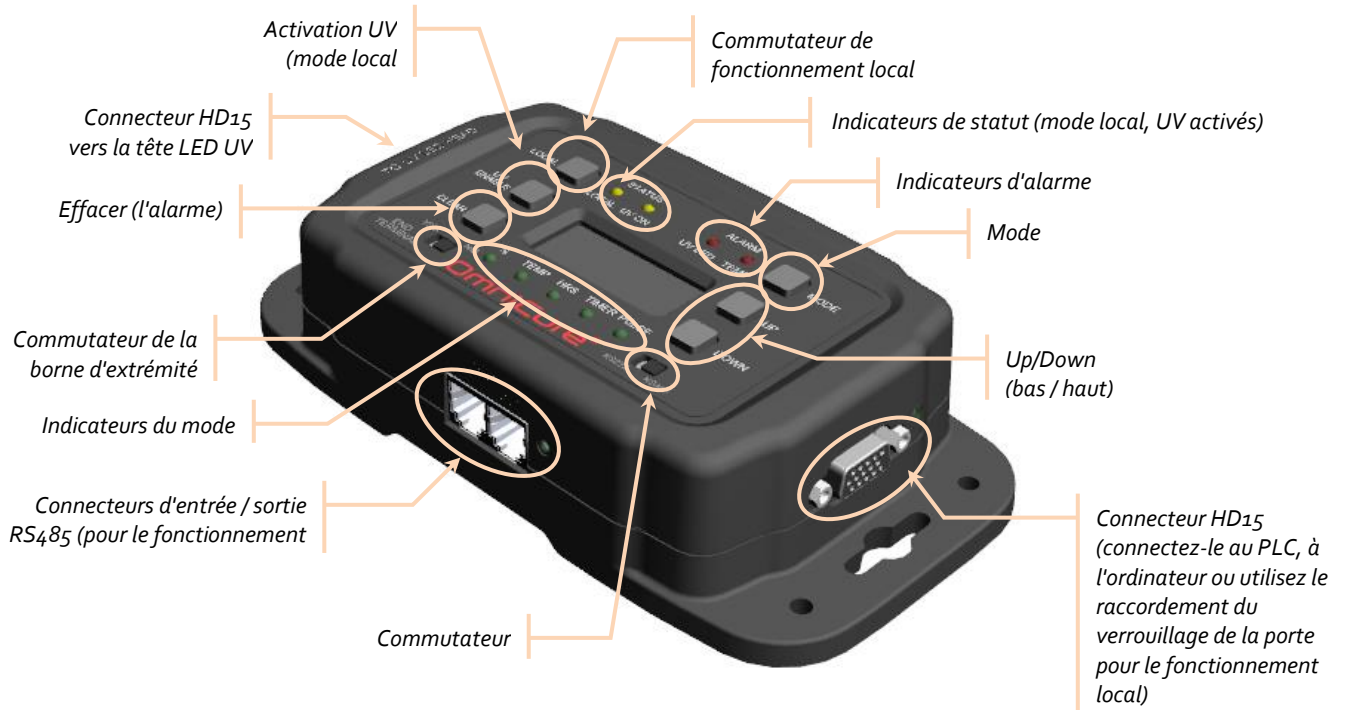

Figure 1 - Contrôleur de tête UV PLC2000
2. Connectez l'embout femelle du câble HD15 fourni au contrôleur, au niveau de l'extrémité étiquetée *To LED Head* (voir Figure 1).
5. Insérez le raccordement de verrouillage de la porte fourni dans le port HD15 du contrôleur (à l'extrémité opposée de celle raccordée à la tête LED UV) (voir Figure 1).
7. Appuyez sur le bouton *Local* pour activer le mode local (le témoin *Status » Local* s'allume). Si vous contrôlez le PLC2000 à distance, assurez-vous que le bouton *Local* n'est pas enfoncé (le témoin *Status » Local* est éteint) (voir Figure 1).
8. Les défauts de la LED UV ou de température seront indiqués par les témoins *Alarm* du contrôleur. Pour supprimer, appuyez sur le bouton *Clear* (Supprimer) (voir Figure 1).